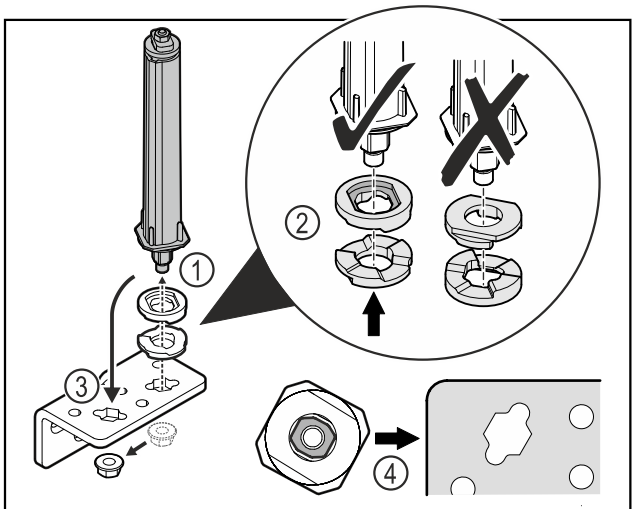

Fig. 34
- ▶ Avaa mutteri ja poista oven sulkuyksikkö Fig. 34 (1).
- ▶ Huomioi korkeudensäätölaattojen oikea kohdistus Fig. 34 (2).
- ▶ Aseta oven sulkuyksikkö saranakulmassa toiseen paikkaan ja kiinnitä mutterilla Fig. 34 (3).
- ▶ Huomioi oven sulkuyksikön oikea kohdistus paikalleen asettamisen yhteydessä Fig. 34 (4).